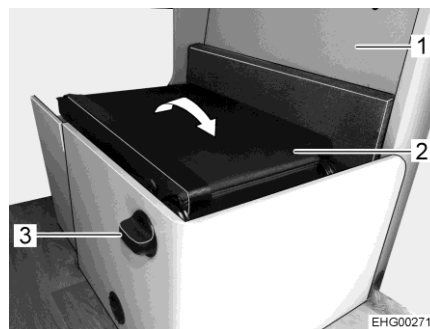
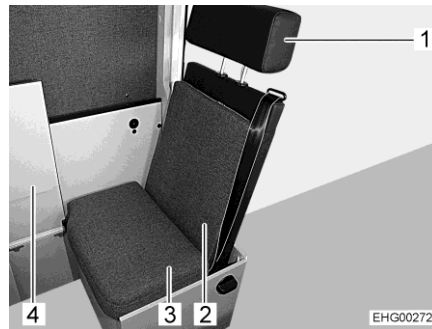

Bild 11 Zusatzsitz aufklappen
Bild 12 Zusatzsitz
- Deckel (Bild 11,1) der Längssitzbank aufklappen.
- Griff (Bild 11,3) drehen und halten, um die Rückenlehne zu entriegeln.
- Rückenlehne (Bild 11,2) aufklappen.
- Klapp-Element (Bild 12,4) der Längssitzbank nach oben klappen.
- Rückenpolster (Bild 12,2) an Lasche am Kopfstützensgestänge einhängen.
- Rückenpolster (Bild 12,2) mit Spanngurt an der Rückenlehne (Bild 11,2) befestigen. Dabei darauf achten, dass der Sicherheitsgurt des Zusatzsitzes nicht eingeklemmt wird.
- Kleines Sitzpolster (Bild 12,3) so auf die Sitzfläche legen, dass die Befestigungslasche zur Rückenlehne (Bild 11,2) zeigt.